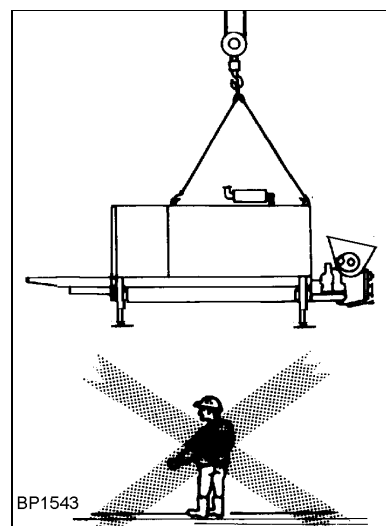

Fig. 1
No situarse debajo de cargas suspendidas (Fig. 1).
- Colocar una placa de base adecuada (por ejemplo, n° de art.: 1095646) debajo del plato de apoyo del estabilizador retráctil (Fig. 1).
- **Antes** de desacoplar la bomba de hormigón del vehículo tractor, soltar la manilla 1 (Fig. 1) y bajar el tubo protector 2.